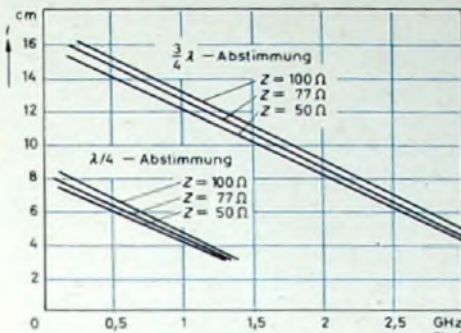

Bild 14. Rohrlängen des Anoden- und Katodenkreises für die 2C40 in Abhängigkeit von der Frequenz
Gl. (6) $d_1 \approx 6$ mm sein. In den Bildern 12 und 13 sind Koaxialkreise für die Röhren 2C40 beziehungsweise 2C39A dargestellt. Das Diagramm Bild 14 gibt die notwendigen Rohrlängen für einen HF-Verstärker oder Mischer mit der 2C40 an ($C_0 = 2,5$ pF).